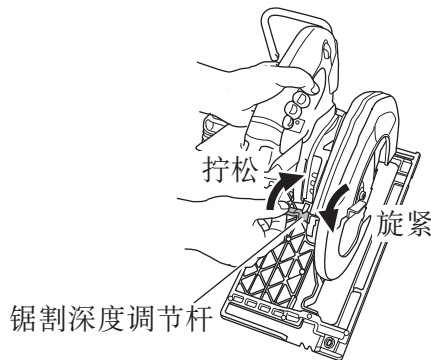
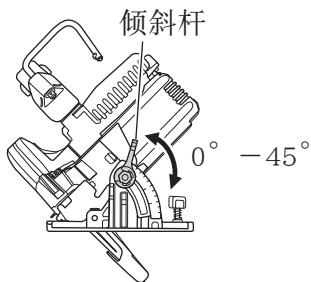

图18
图19
1. 调整锯割深度 (图18)
如图19所示，松开斜尺上的倾斜杆，锯片与底座间将形成 45° 角。
2. 检查控制杆是否拧紧（第24—25页的图18、图19）